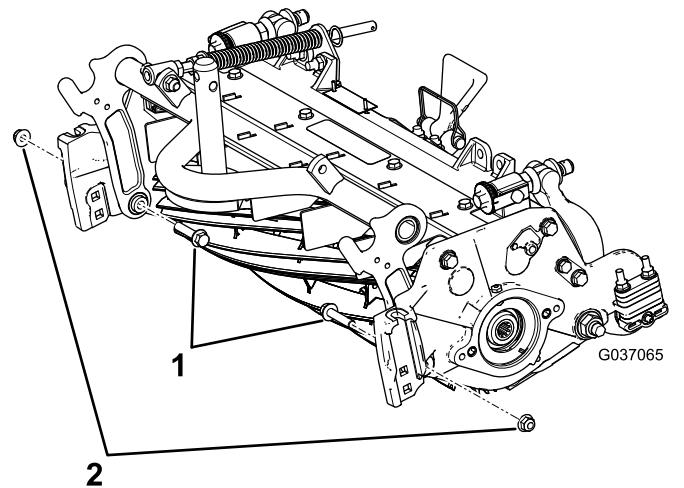

Figura 7
- B. Instale los 2 pernos con arandela prensada existentes desde el interior de la unidad de corte y fíjelos con las contratuerzas con arandela prensada de $\frac{3}{8}$ " (Figura 7).